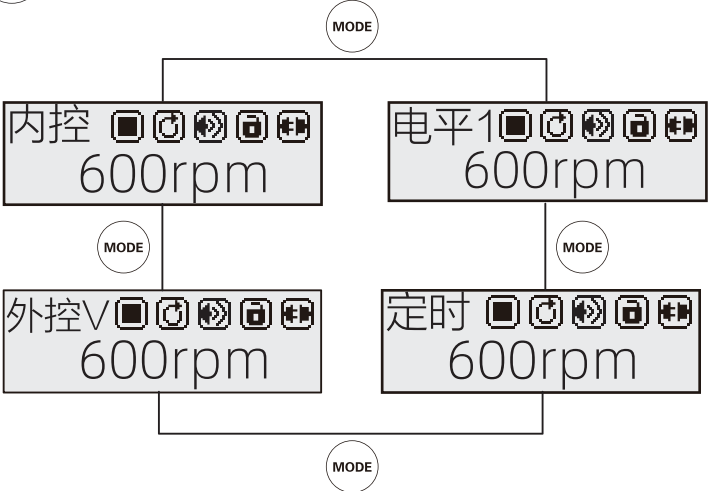

图5 模式切换
- 按下  模式键一次，模式切换一次，具体信息显示逻辑参照图5：